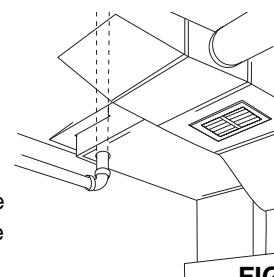

FIGURE 6
**Le conduit de reprise d'air froid.** Un conduit de reprise d'air froid fournit souvent un parcours direct du sous-sol aux autres niveaux de la maison. Voyez la figure 6. Il est facile de découper les conduits pour y faire passer les tuyaux. Il suffit de sceller l'extérieur du tuyau en terminant l'installation.
6. Découpez un trou de 6,35 cm de diamètre dans la plaque d'assise, collecteur ou le montant directement en ligne avec l'ouverture du raccord du support de prise. **Voyez la figure 6 pour les dimensions de la ligne centrale.**